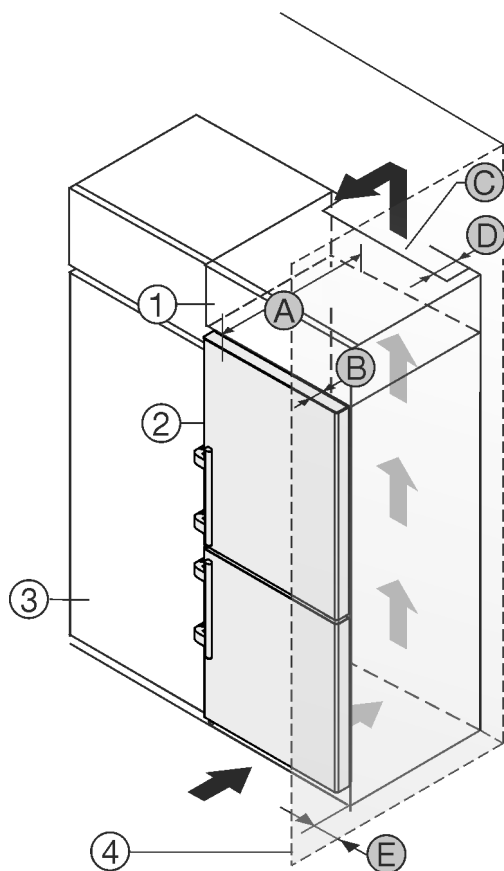

Fig. 47
此冰箱可安装在橱柜内。为了使冰箱 Fig. 47 (2) 与橱柜高度一致，可在冰箱上面放置一个附加柜 Fig. 47 (1)。
如果冰箱直接安放在橱柜 Fig. 47 (3) 旁边，至少需要与冰箱保持 5cm 的距离。为了能完全打开门，冰箱必须凸出橱柜正面一定深度 Fig. 47 (B)。根据橱柜的深度，使用壁距调整垫片可以使冰箱更为凸出。
- 在附加柜背面必须有一个竖风道，其深度 Fig. 47 (D) 应超过整个附加柜宽度。
- 盖板下必须保有通风横截面 Fig. 47 (C)。
如果将带铰链的冰箱放置在墙壁 Fig. 47 (4) 边，冰箱和墙壁必须保有距离 Fig. 47 (E)。这取决于冰箱门打开时把手与墙壁的距离。